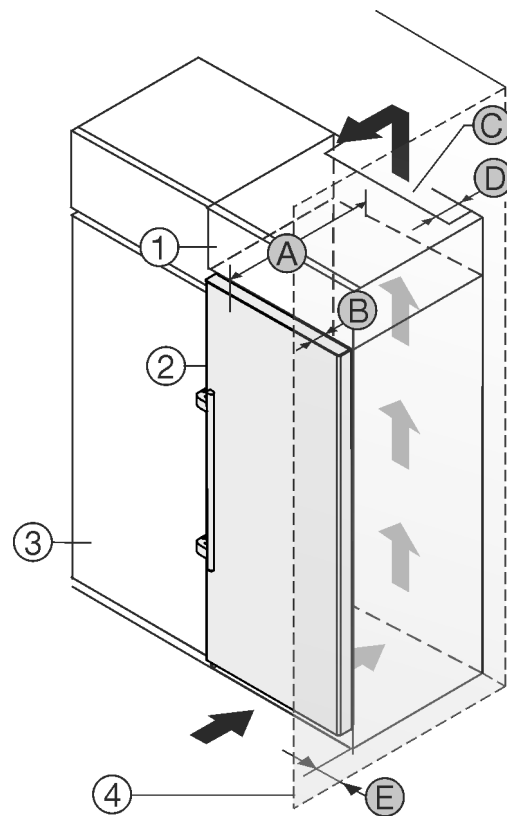

Fig. 9
Das Gerät kann mit Küchenschränken umbaut werden. Um das Gerät Fig. 9 (2) der Küchenzeilenhöhe anzugleichen, kann über dem Gerät ein Aufsatzschrank Fig. 9 (1) angebracht werden.
Das Gerät kann direkt neben dem Küchenschrank Fig. 9 (3) aufgestellt werden. Um die Türe vollständig öffnen zu können, muss das Gerät um die Tiefe Fig. 9 (B) gegenüber der Küchenschrankfront vorstehen. Abhängig von der Tiefe der Küchenschränke und Verwendung von Wandabstandshaltern kann das Gerät weiter herausragen.
- An der Rückseite des Aufsatzschrankes muss ein Abluftschacht mit der Tiefe Fig. 9 (D) über die gesamte Aufsatzschrankbreite vorhanden sein.
- Unter der Raumdecke muss der Entlüftungsquerschnitt Fig. 9 (C) eingehalten werden.
Wenn das Gerät mit den Scharnieren neben einer Wand Fig. 9 (4) aufgestellt wird, muss der Abstand Fig. 9 (E) zwischen Gerät und Wand eingehalten werden. Dies entspricht dem Griffüberstand bei geöffneter Tür.